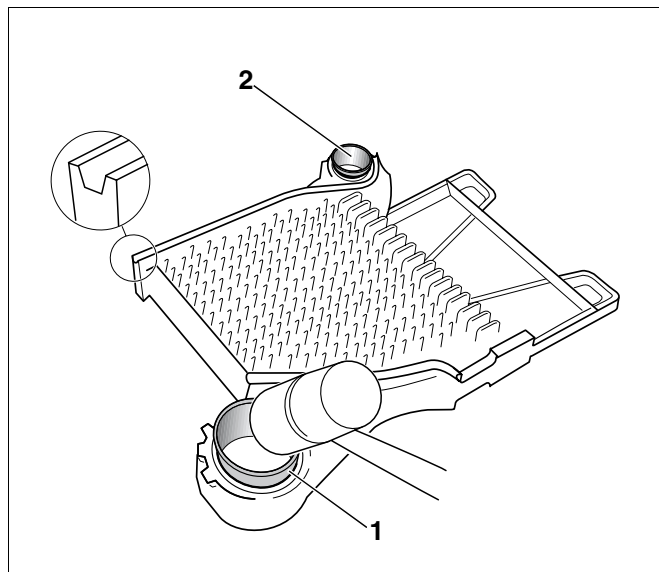

Рис. 8 Установка nipple
- Вставить nipple (рис. 8, **поз. 1** и **2**) в ступицы конечной секции и забить их молотком сильными ударами крест-накрест.
- После забивания верхний (рис. 8, **поз. 1**) и нижний (рис. 8, **поз. 2**) nipple должны выступать из ступицы примерно на 30 мм.
- При образовании заусенцев на nippleях (рис. 8, **поз. 1** и **2**) удалить их напильником.